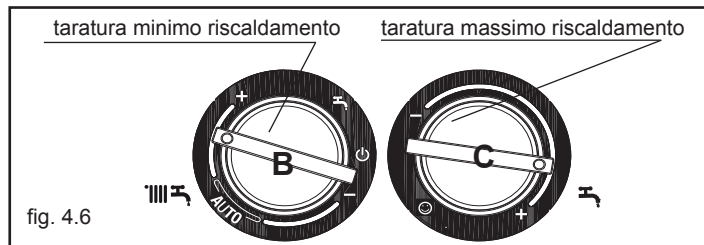

fig. 4.6
- ruotare la manopola di regolazione temperatura acqua riscaldamento B (fig. 4.6) fino a raggiungere il valore di minimo riscaldamento come indicato nella tabella multigas
- ruotare la manopola di regolazione temperatura acqua sanitario C (fig. 4.6) fino a raggiungere il valore di massimo riscaldamento come indicato nella tabella multigas